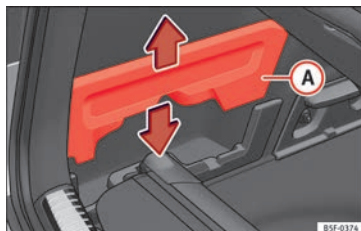

Fig. 169 En el maletero: alojamiento para guardar la bandeja portaobjetos.
- Extraiga las tapas » **fig. 169 A** izquierda y derecha.